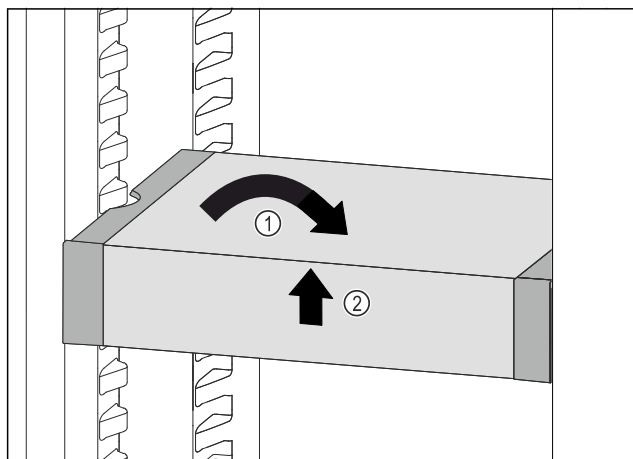

Fig. 77
- ▶ VarioSafe postavte rovně. Fig. 77 (1)
- ▶ VarioSafe vpředu zvedněte. Fig. 77 (2)